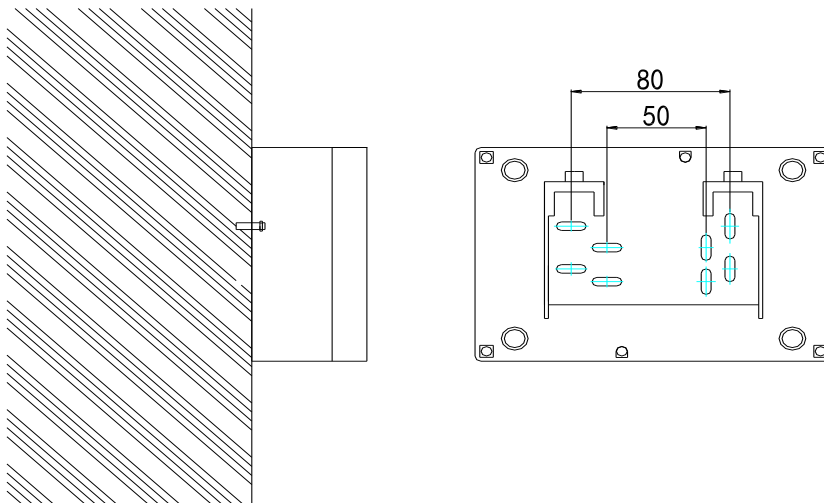

图3 处理单元安装孔示意图
2. 处理单元壁挂方式：用两只塑料胀管木螺钉组  $\Phi 6 \times 30GB/T 951 3.5$  将产品固定在墙壁上，安装示意图如下图 3：